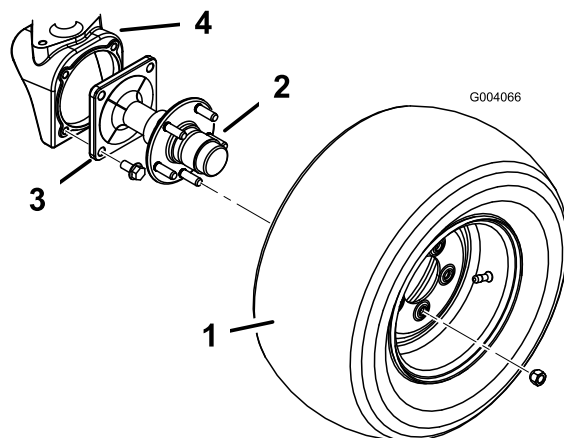

Figura 1
2. Rimuovete i 5 dadi ad alette che fissano lo pneumatico posteriore al mozzo dei fuselli delle ruote (Figura 1). Rimuovete gli pneumatici.
3. Rimuovete i 4 bulloni flangiati che fissano ciascun fusello della ruota a ciascuna sede del motore ruota (Figura 1). Rimuovete i fuselli delle ruote. Il mozzo della ruota non deve essere rimosso dal fusello.